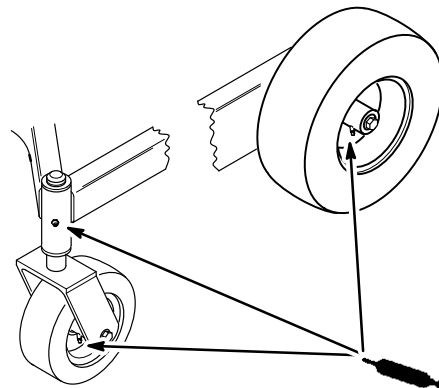

Figure 24
1. Lubrifier les roulements des roues et les pivots des roues avant jusqu'à ce que la graisse commence à suinter hors des roulements (Fig. 24).